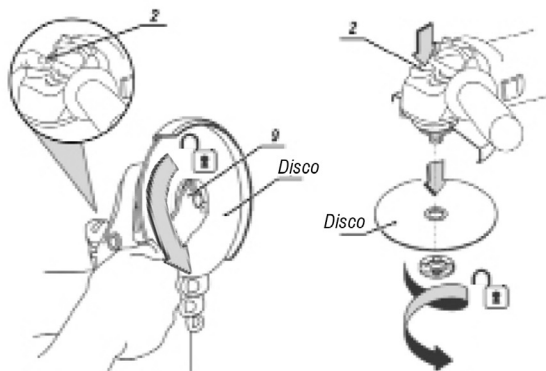

Fig. 7 – Substitución del disco
2. Presione el botón traba del eje (2);
3. Suelte la tuerca con la llave (9);
4. Retire el disco, Fig. 7;